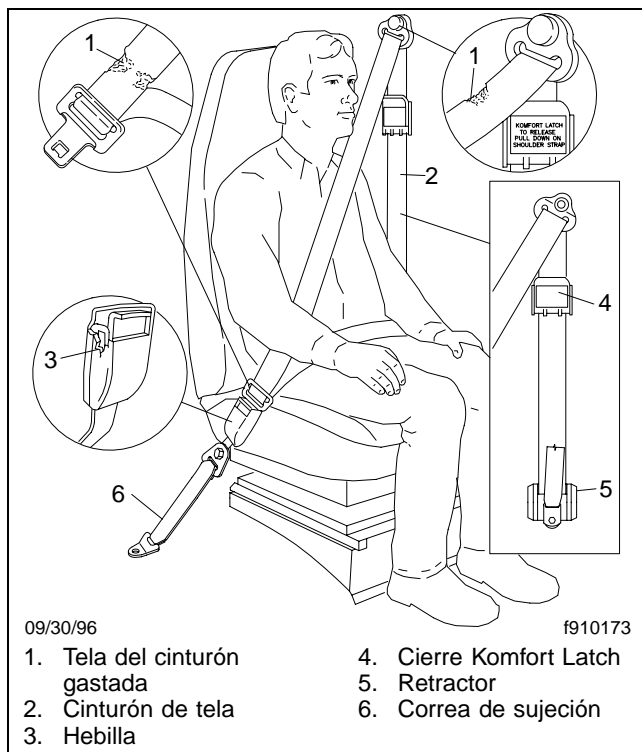

Figura 9.11, Revisión de los cinturones de seguridad
29. *Revise los cinturones de seguridad y correas de sujeción (si así está equipado). Vea la **Figura 9.11**.*